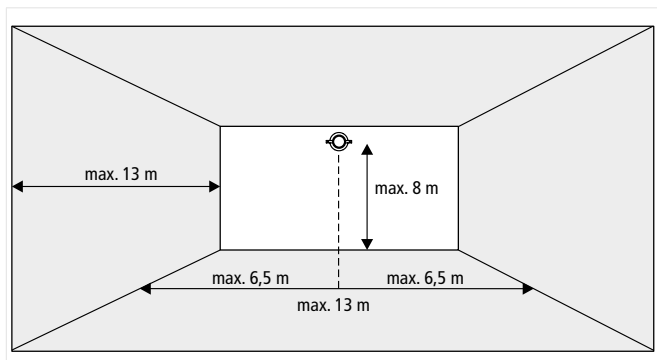
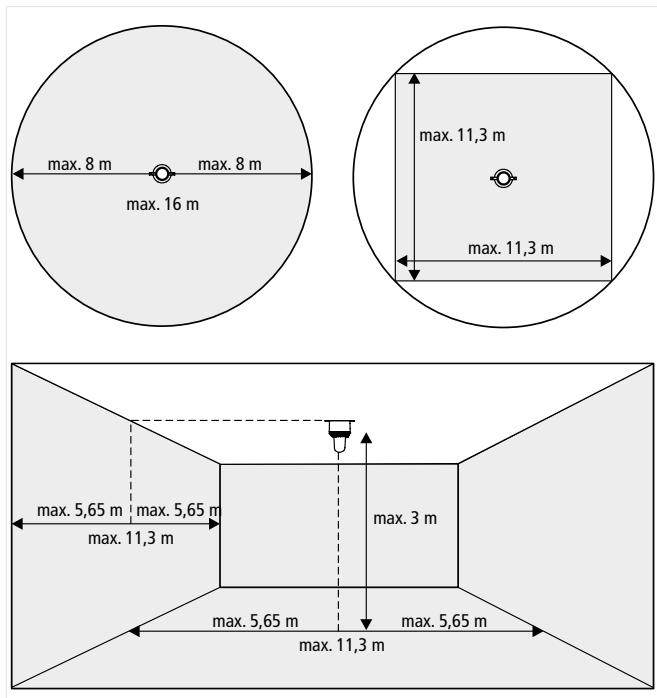

Abb. 6: Beispiel Projektierung Wand mit Lichtfarbe weiß bei Spezifikation W-8-13
Abb. 7: Beispiel Projektierung Decke mit Lichtfarbe rot bei Spezifikation C-3-16
- ²⁾ Fläche bei Decke als zylindrischer Raum (Z) auf Basis r²*Pi und als quadratischer Raum (Q) im Kreis auf Basis Durchmesser Kreis/Wurzel aus 2. Siehe auch Abb. 6 und Abb. 7.